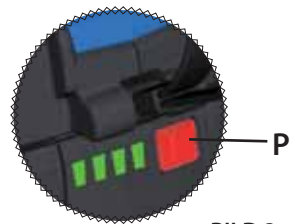

BILD 3
2.7) Akkuladung (Siehe Bild 3)